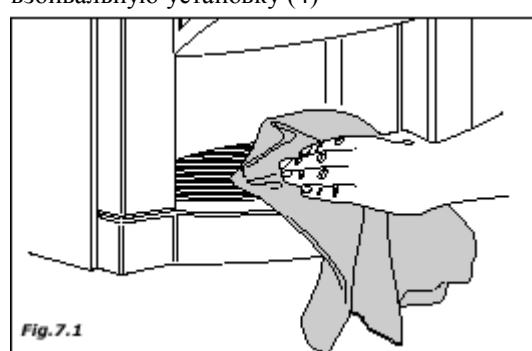

Fig. 7.1
- очистите все видимые элементы зоны раздачи (рис. 7.1 и 7.2).